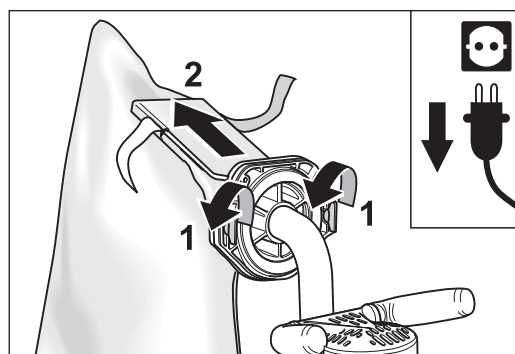

Abb. 23 Die beiden Schnellverschlüsse öffnen (1) und den Staubsack abziehen (2).
- 5 Öffnen Sie die beiden Schnellverschlüsse am Aufnahme­flansch (Abb. 23, 1).
- 6 Ziehen Sie den Staubsack langsam vom Aufnahme­flansch herunter (Abb. 23, 2).